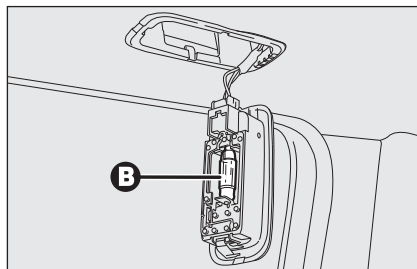

fig. 45
- remplacer l'ampoule **B-fig. 45** en la dégageant des contacts latéraux en s'assurant que la nouvelle ampoule est correctement bloquée entre les contacts mêmes.